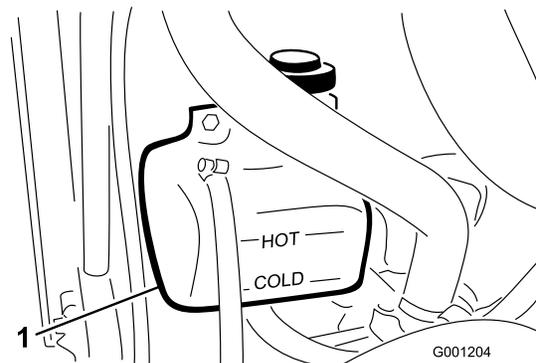

図 24
1. 液量の点検は補助タンクで行う (図 24)。タンク側面についている2本のマークの間であれば適正である。